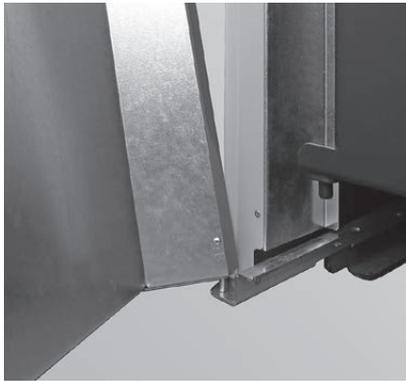
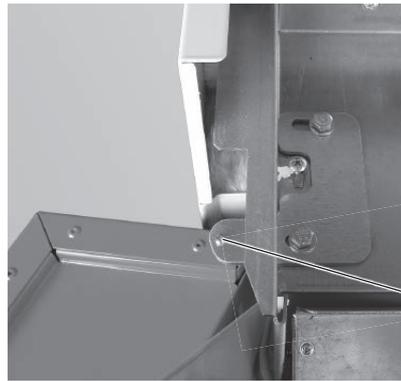

Fig. 72 Partie inférieure de la porte de revêtement sur le gond
Fig. 73 Partie supérieure de la porte de revêtement avec gond
- ▶ Accrocher la porte de revêtement au niveau des gonds inférieur et supérieur (Fig. 72) et fixer le gond supérieur à l'aide de 2 rondelles et 2 vis à six pans M6 x 16 – Fig. 73.